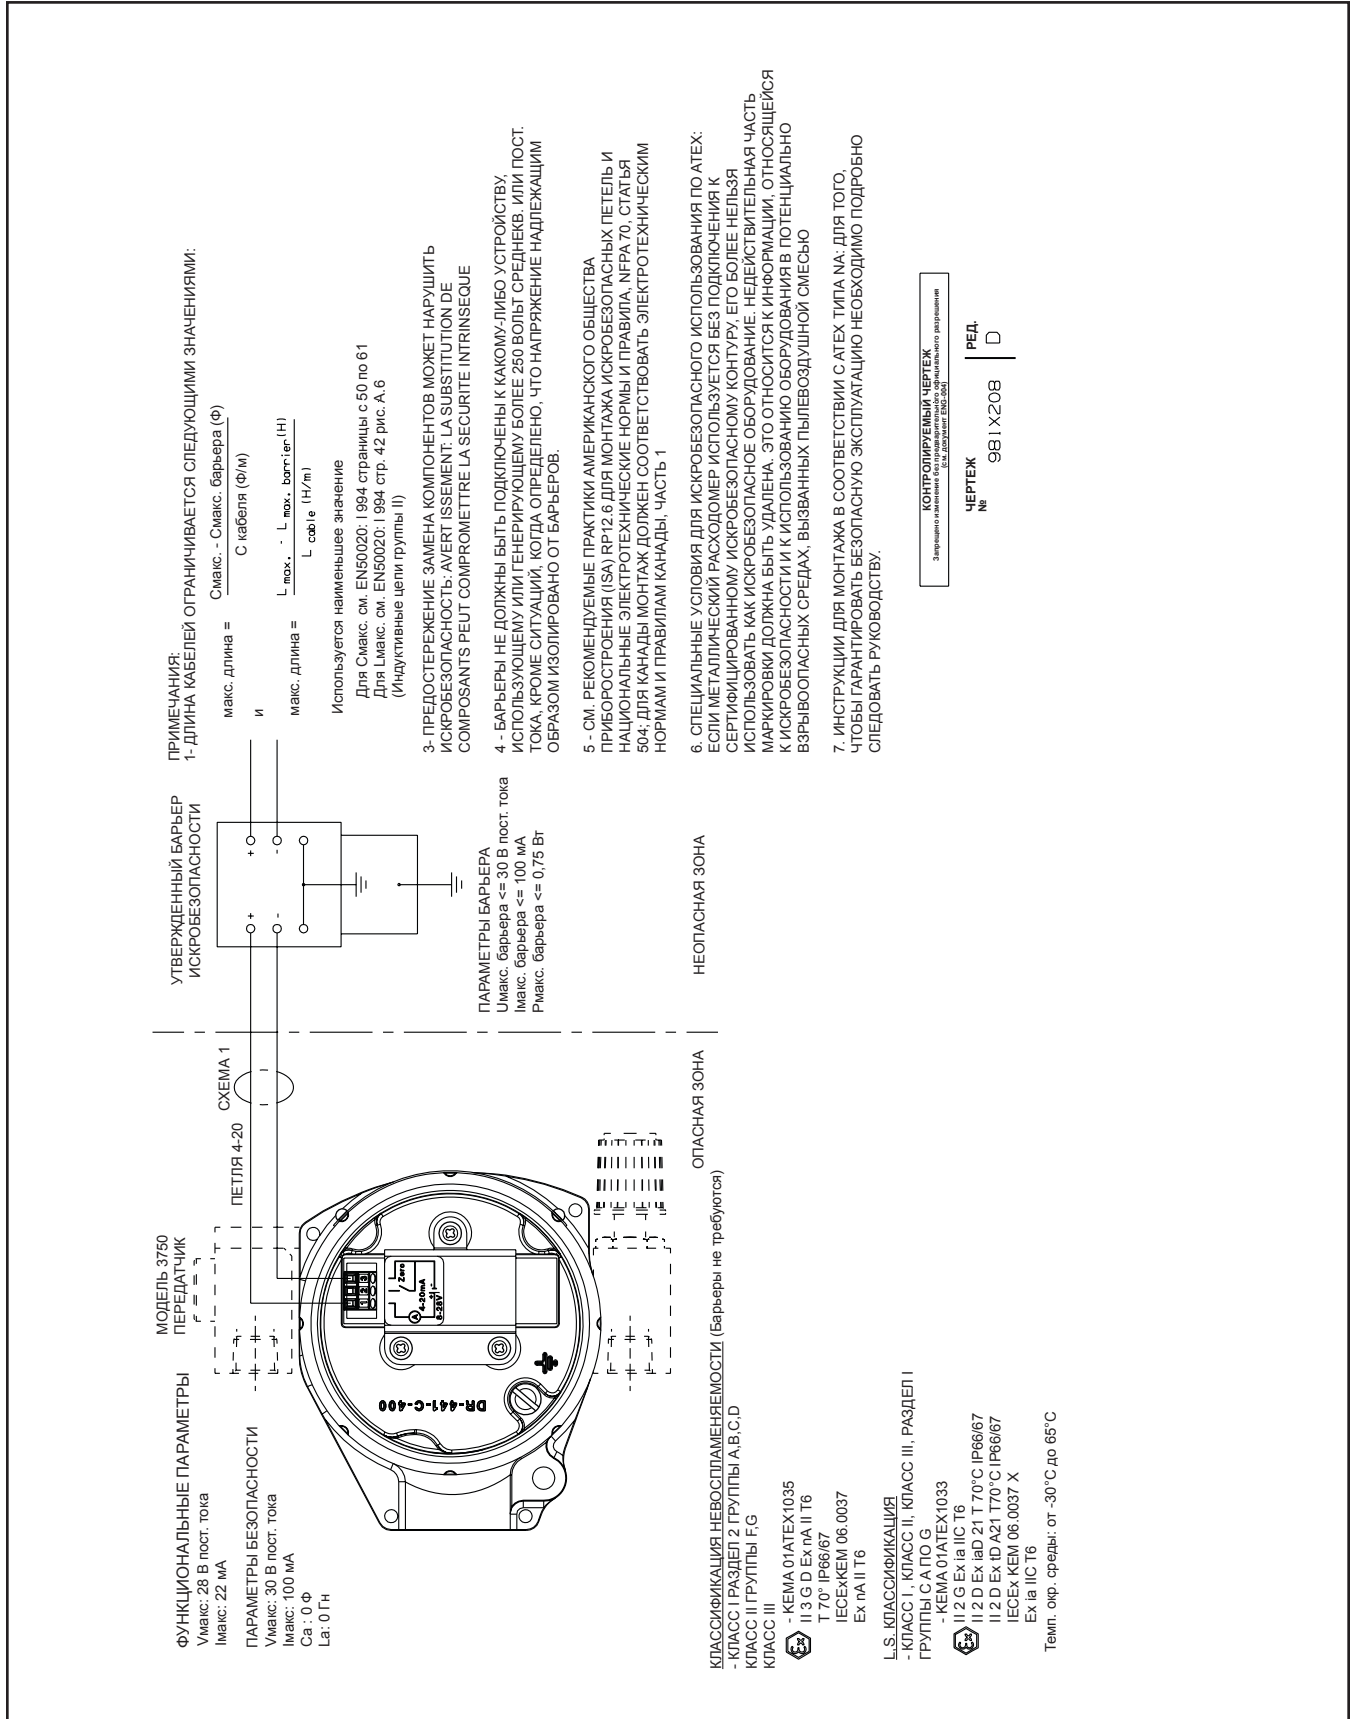

Рисунок 2-7 Схема подключения передатчика для искробезопасных систем
- Б. В случае классификации площадки Раздел 2 или Зона 2, барьер не требуется и параметры кабеля не применимы. В соответствии с электротехническими нормами для защиты проводов требуется использование кабелепровода. См. Рисунок 2-7.